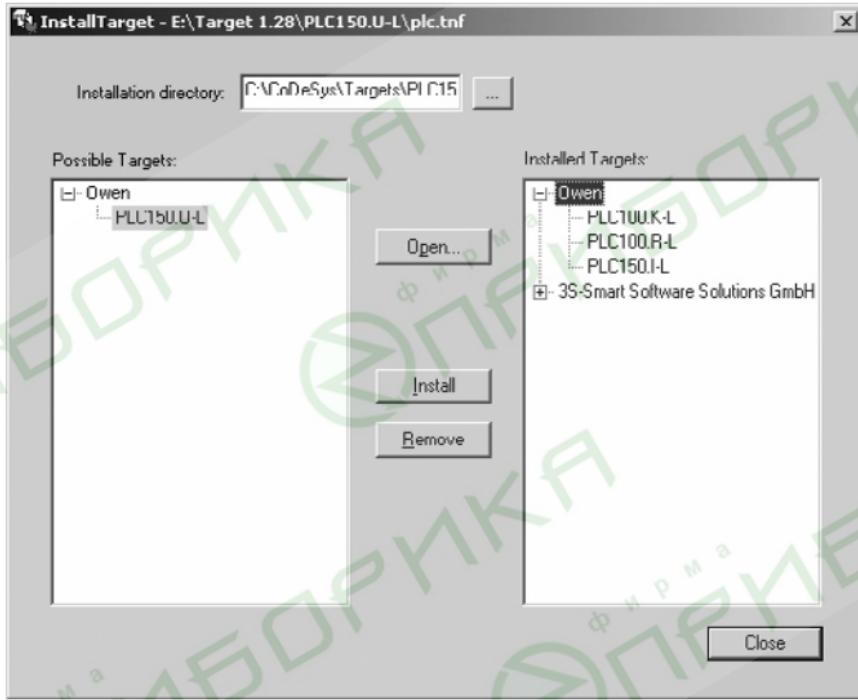

Рис. 2. Окно «InstallTarget» утилиты InstallTarget
- 1) В открывшемся при запуске утилиты **InstallTarget** окне (рис. 2) – нажать кнопку Open и указать путь доступа к инсталлируемому Target-файлу (имеющему расширение \*.tnf, Target Information File). Target-файлы контроллеров ОВЕН ПЛК150 находятся на компакт-диске, поставляемом с контроллером, в папке «Target» или могут быть скачаны с сайта [www.owen.ru](http://www.owen.ru).